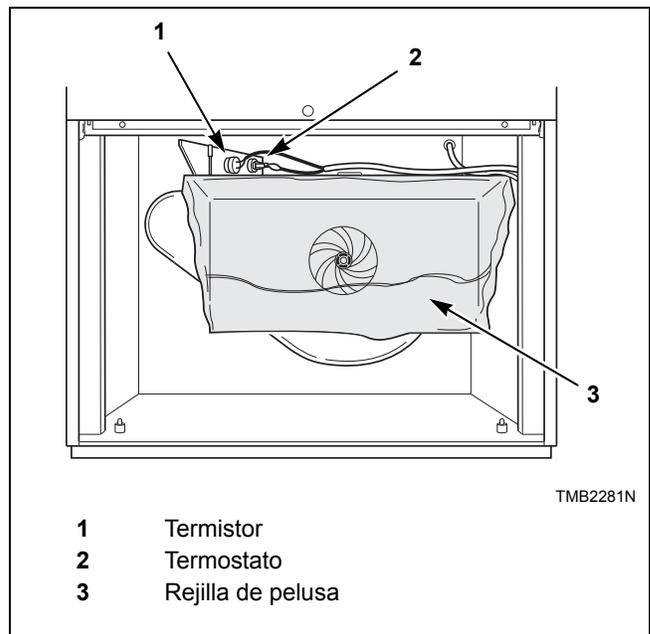

Figura 12
- e. Limpie cuidadosamente cualquier pelusa acumulada del termostato de límite alto y del termistor del armario. De no hacer esto, la pelusa acumulada en esta área se comportará como un aislante, causando el recalentamiento de la secadora. Consulte la *Figura 12*.